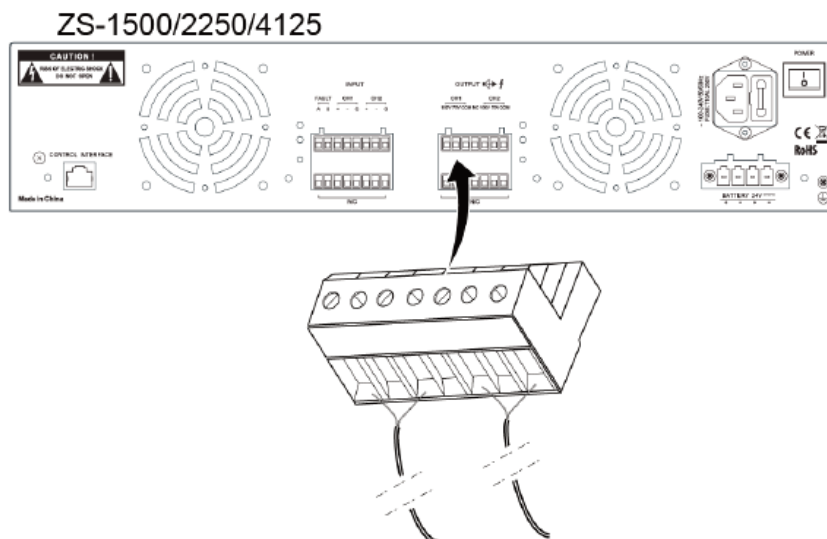

Figura 18 Diagrama esquemático de la instalación del terminal de cableado de salida de audio
- e. Inserte el terminal de cableado de salida de audio del amplificador de potencia del cable de salida de audio instalado en el puerto de salida de audio del ZS-1500/ ZS-2250/ ZS-4125, como se muestra en la Figura 18.